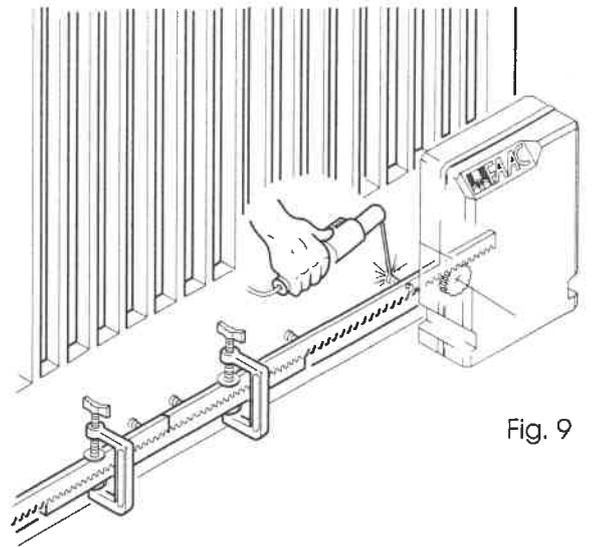

Fig. 9
- 7) Per un corretto posizionamento degli altri elementi è necessario utilizzare una controcremagliera (Fig. 9).